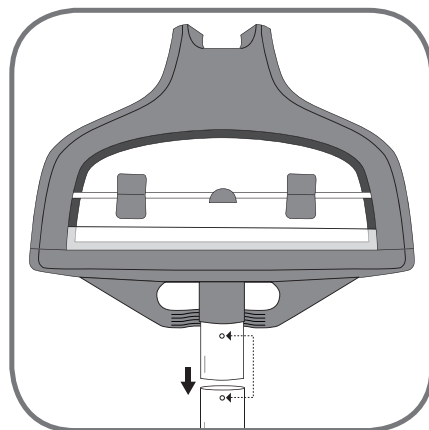

fig. 8
3. Insérez le cintre sur le haut du mât. Les trous en bas du cintre et dans le mât doivent arriver au même niveau (fig 8).